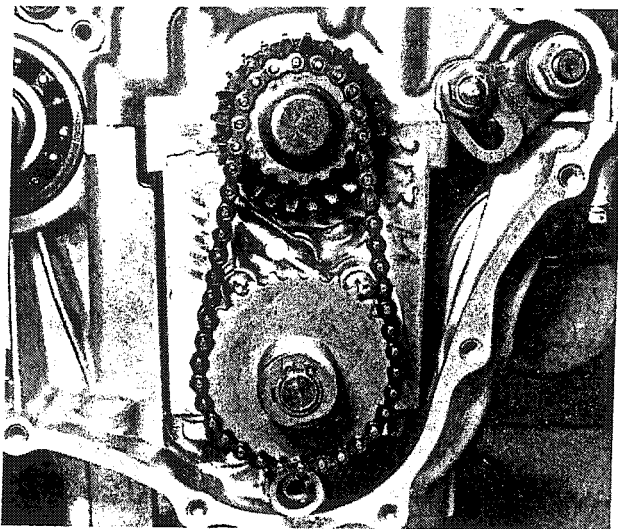

Bild 130
- Die Befestigungsschraube des treibenden Zahnra- des einschrauben und anziehen und das getriebene Zahnrad mit dem Sicherungsring befestigen (Bild 130). Zum Anziehen der Schraube wird die Kurbel- welle durch einen Rundstab blockiert, der durch das Pleuellauge gesteckt wird (siehe Kapitel 2.6.4).